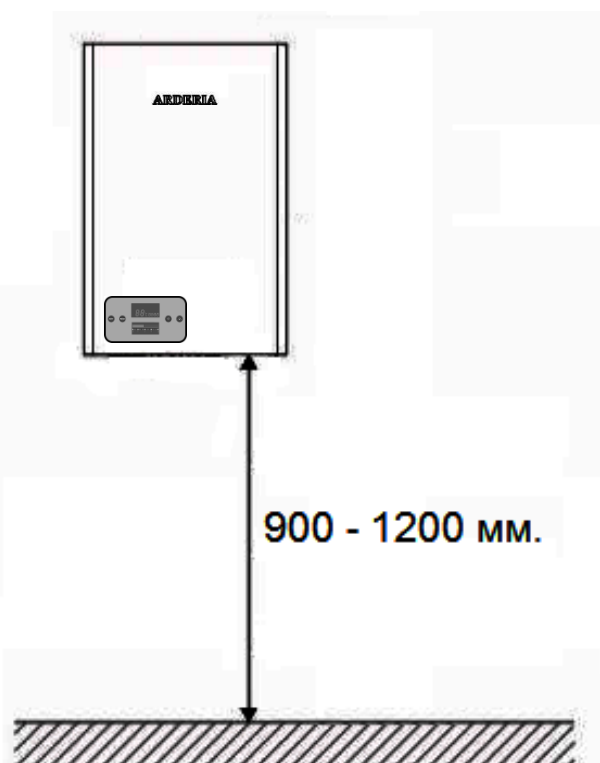

Рис. 10 Монтажные расстояния
- Высота установки котла должна быть удобной для эксплуатации, ремонта и обслуживания. **Рекомендуемая высота** установки котла от 0,9 до 1,2 м. определяется от уровня чистого пола до нижнего основания корпуса котла (См. Рис. 10).